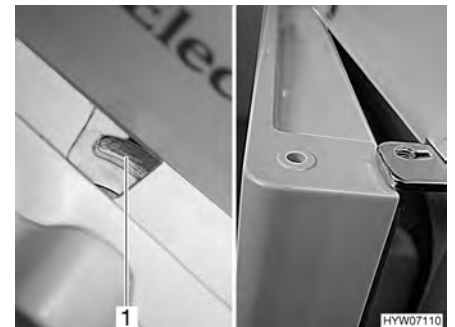

Bild 145 Lås till kylskåpsdörr/frysfacksdörr i ventilationsläge (Dometic 7-serie med separat frysfack)
- Fäll låsanordningen helt åt höger. Kylskåpsdörrens/frysfacksdörrens läge låses av dörrspärren (Bild 145,1). Därvid stannar kylskåpsdörren/frysfacksdörren i lätt öppet läge (Bild 145).